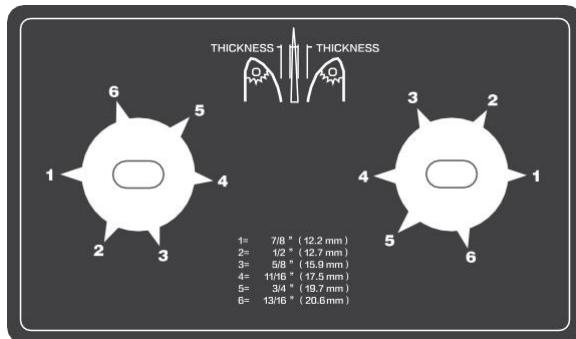

Abbildung 2
1. Stellen Sie den Regler für die Brotstärke (Abbildung 2) auf die gewünschte Einstellung ein (je nach Brot des Herstellers).